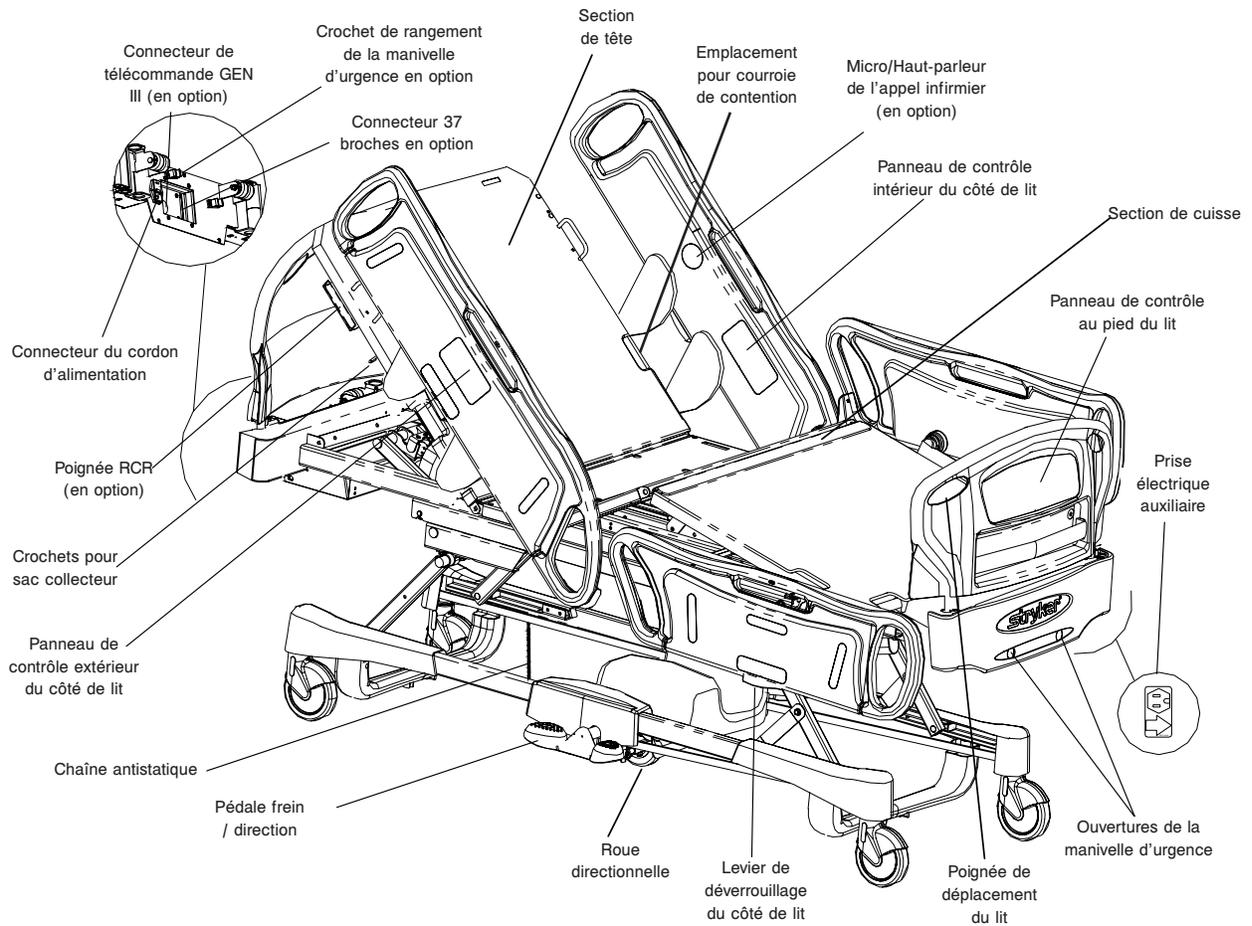

Figure 1.9
- S'assurer que la chaîne antistatique est bien en place, qu'elle est intacte et qu'elle touche le sol (voir Figure 1.9).